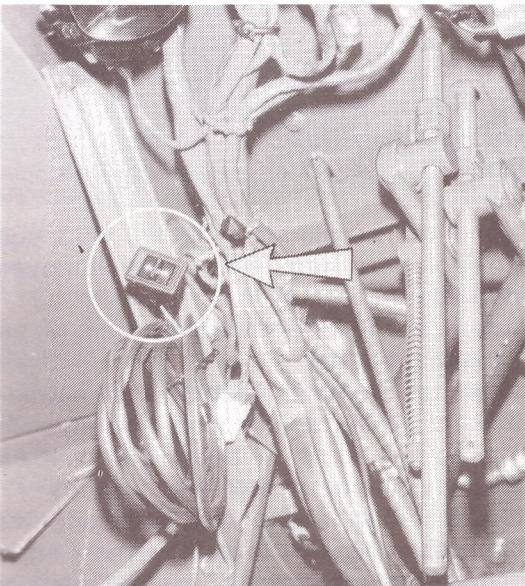

FIG. 16
- Brancher dans la prise prévue la télécommande de relevage de barre (voir fig 16).